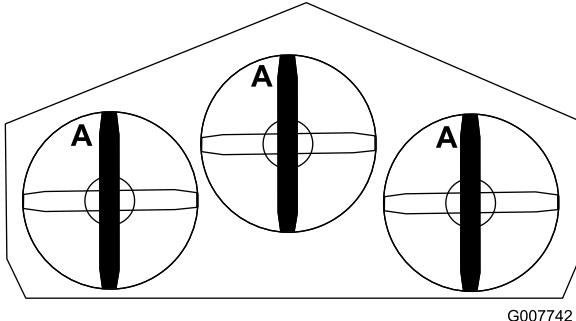

Bild 54
- Drehen Sie die Schnittmesser, bis die Enden nach vorne und hinten gerichtet sind (Bild 54).